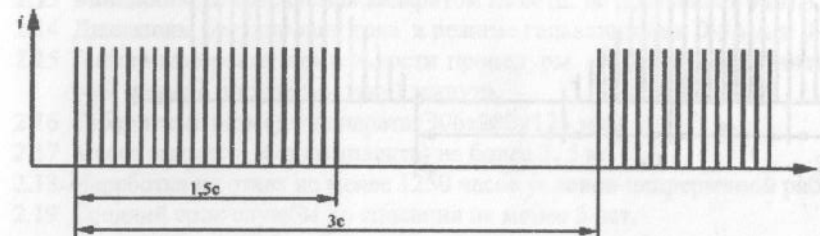

Рисунок 3
- 2.2.3. Однополупериодный ритмический ОР – серии импульсов тока вида ОН (рисунок 3).